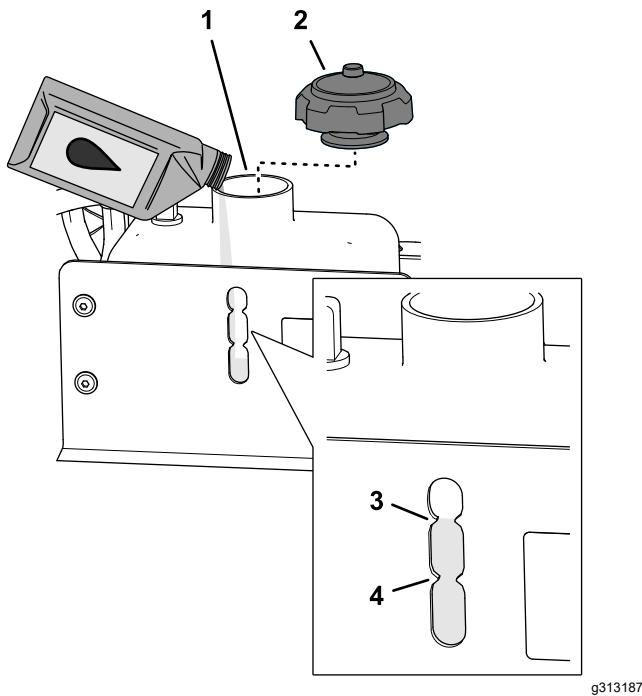

Figure 99
3. Contrôlez le niveau de liquide hydraulique dans le réservoir (Figure 99).
- A. Enlevez le bouchon (Figure 99).
- B. Faites l'appoint de liquide hydraulique spécifié jusqu'à ce que le niveau atteigne le repère maximum sur le regard de niveau (Figure 99); voir Spécifications de liquide hydraulique \(page 70\).
- C. Remettez le bouchon en place (Figure 99).